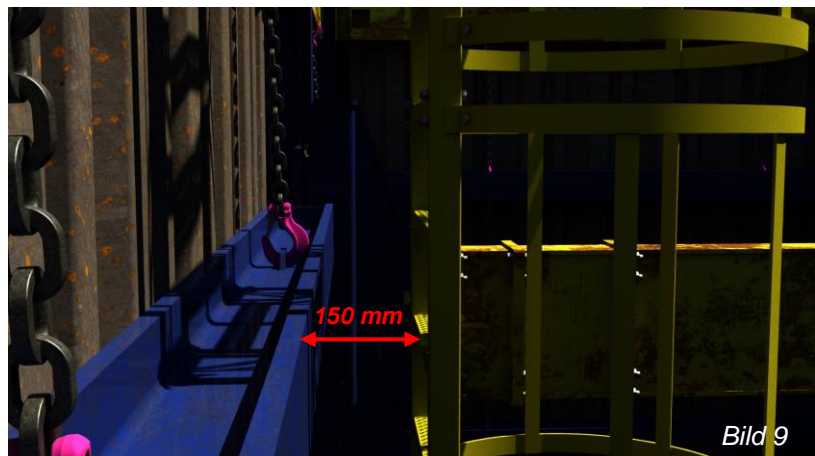

Bild 9
- **Wichtig!** Abstand zur Wand / Gurtung min. 150 mm für ausreichende Trittsicherheit! (Bild 9)